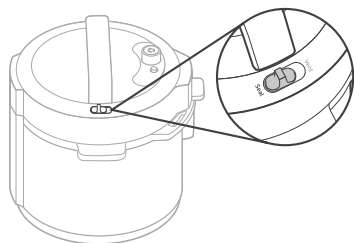

Figura 1.1
- Cuando cocine con una función de cocción a presión, el interruptor de liberación de vapor se moverá automáticamente a "Sellar" cuando esté cerrado. [Figura 1.1]